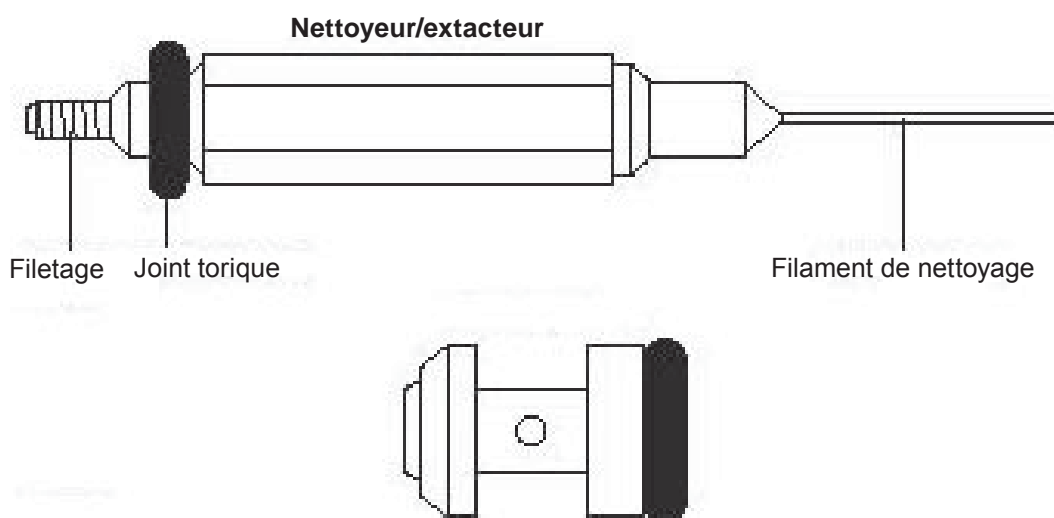

Fig. 15
5.2.2 Démontage et nettoyage de l'orifice capillaire (voir Figure 15) :